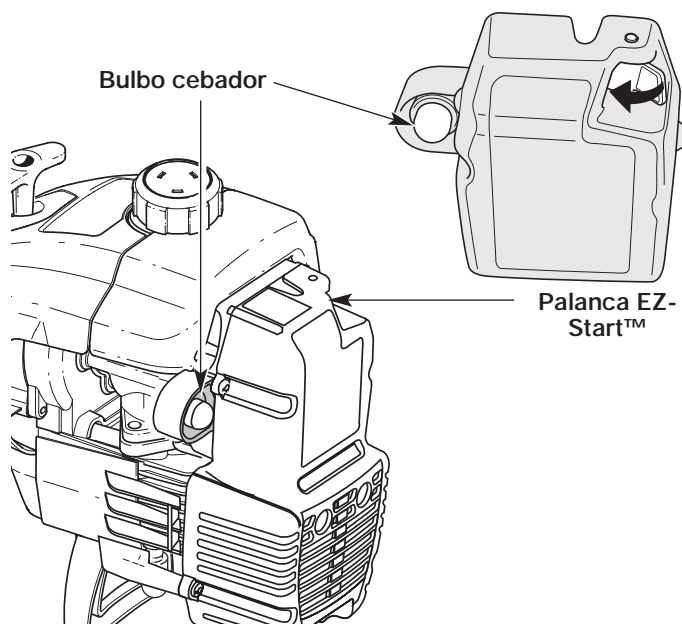

Fig. 17
3. Oprima y suelte por completo la bombilla del cebador lentamente de 10 veces. El combustible debe estar visible en la bombilla (Fig. 17). Si el combustible no está visible, oprima tres (3) veces más o hasta que lo vea.
4. Empuje la palanca EZ-Start™ hacia la izquierda hasta que encaje y se asegure en su lugar. (Fig. 17)
6. Oprima el control del regulador para calentar el motor de 5 a 10 segundos. La palanca EZ-Start™ se desactiva automáticamente (Fig. 17).